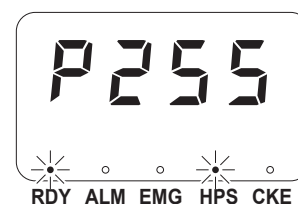

図 7-134
- ① 「接続」をクリックしてテーブルトップ型ロボット (IAI 社製 TTA-A4 シリーズ) と接続します。
- ② 「原点復帰」をクリックします。原点復帰が完了するとテーブルトップ型ロボット (IAI 社製 TTA-A4 シリーズ) のパネルウィンドウは図 7-134 の通りになります。